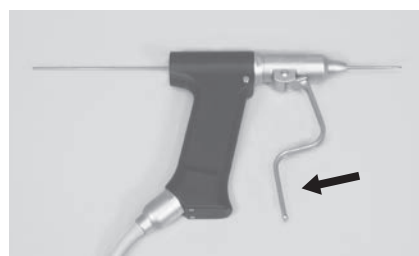

図 5
- ・アタッチメントレバーを引くとワイヤーおよびピンが固定されます。(図 5)